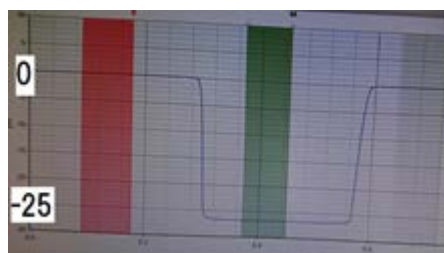
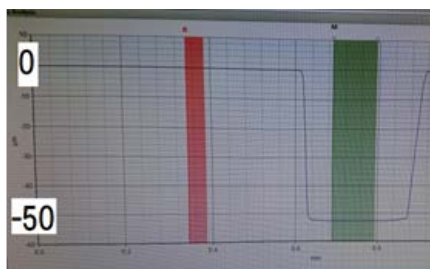

Fig. 1 :Result of 25 μ m depth
Fig. 2 :Result of 50 μ m depth
- ・ Dektak 測定結果を、Fig. 1 に深さ 25 μ m、Fig. 2 に深さ 50 μ m を示す。